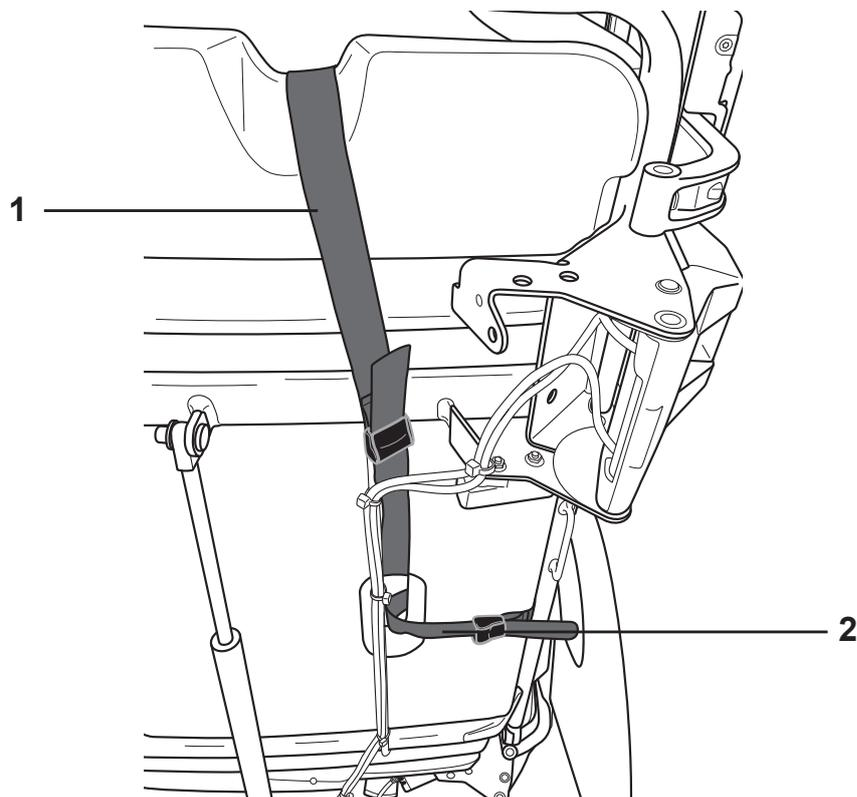

Figura 9: Acoplar as extensões do colchão à secção articulada da estrutura
7. Passe a extensão 1 e a extensão 2 através da abertura na secção da plataforma do apoio das costas e una-as como mostrado na Figura 9. Prenda-as uma à outra com as respetivas fivelas. Passe as duas extremidades das extensões à volta da travessa da estrutura e prenda-as com as fivelas. Repita do outro lado do colchão.